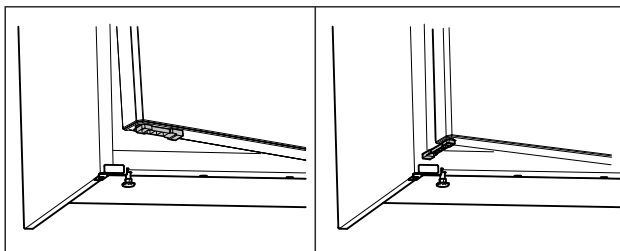

Fig. 54 *
- ▶ Faire tourner le limiteur d'ouverture de porte à 90°. (voir Fig. 54) *